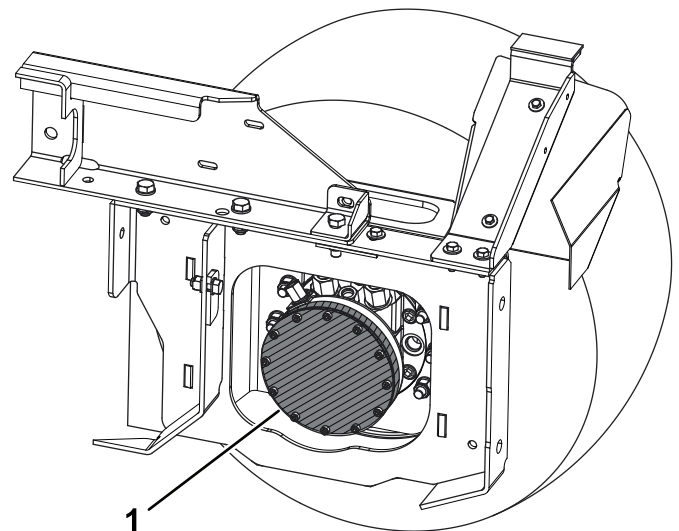

Bild 1
3. Machen Sie den rechten vorderen Antriebsmotor aus. Reinigen Sie Schmutz und Ablagerungen vom schraffierten Bereich in Bild 1, um zu verhindern, dass Verunreinigungen in den Motor gelangen, wenn die Abdeckung gelöst wird.